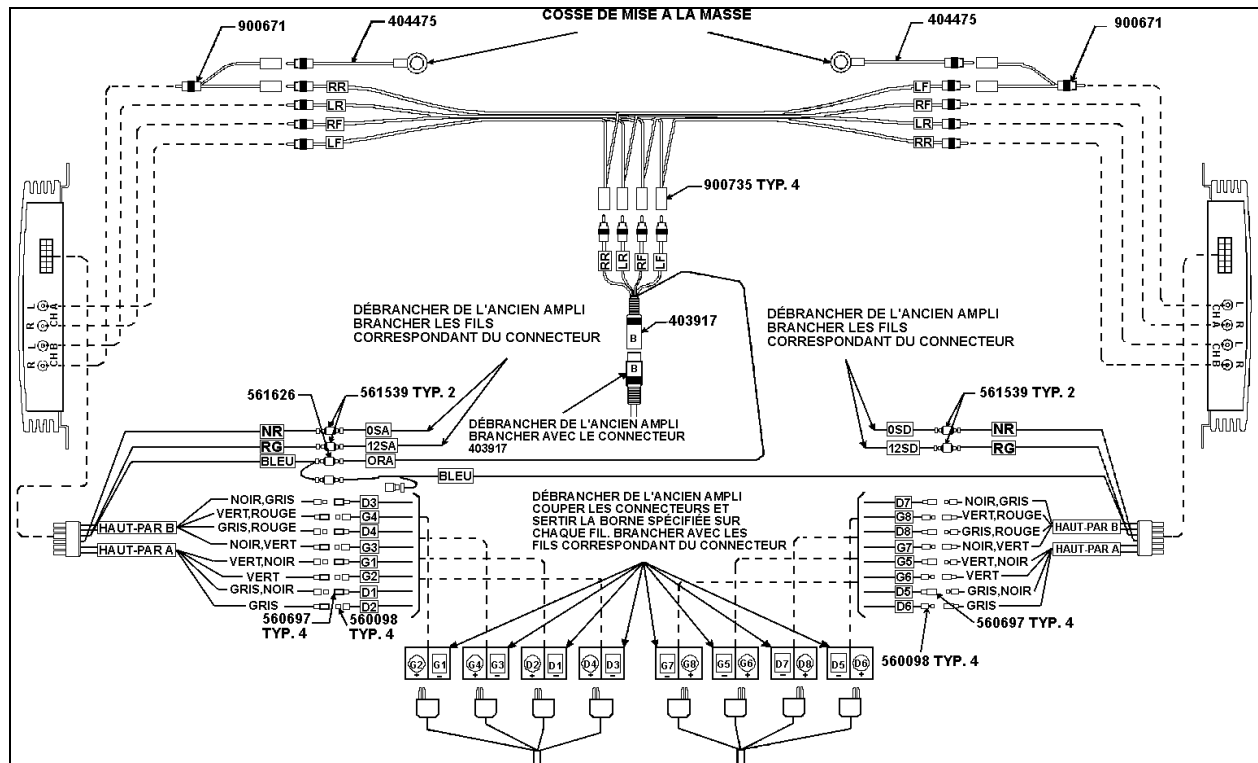

FIGURE 18
Remarque: Se référer à la figure 18 pour le schéma électrique de l'installation des amplificateurs.
10. Réinstaller l'amplificateur dans le compartiment avec les boulons existants, si nécessaire, percer de nouveaux trous dans les supports pour fixer l'amplificateur à la structure. Faire le branchement du câblage selon la figure 18.